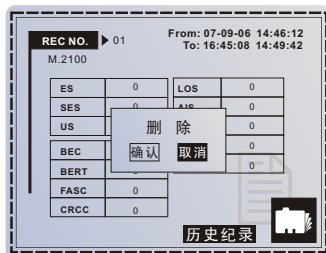

图 10 历史记录界面删除确认对话框
- 当光标选中“全部”选项时，按下OK键则屏幕显示确定对话框，如图10所示。